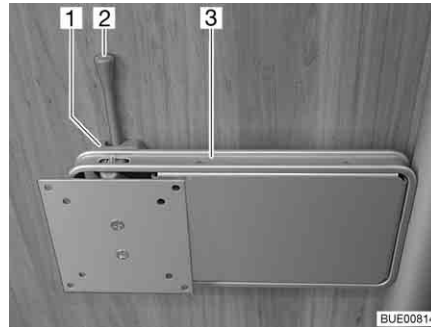

Fig. 97 Supporto su colonna
- Spingere di lato la leva di sbloccaggio (Fig. 97,2) e ruotare il supporto (Fig. 97,3) con lo schermo piatto nella posizione desiderata.
- Riportare indietro lo schermo piatto finché il supporto (Fig. 97,3) non si innesta nel bloccaggio (Fig. 97,1).